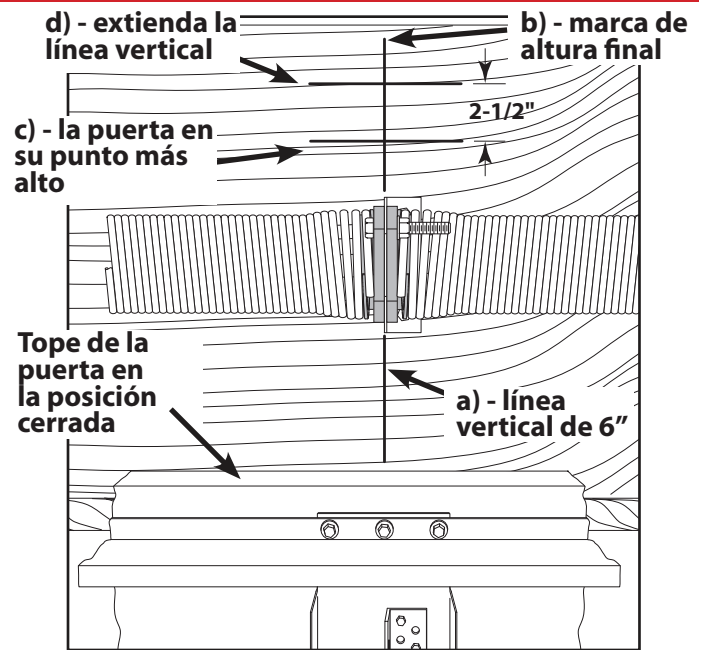

FIG. 2-1 Marca de altura final
- b) Continúe esta línea en la pared arriba de la puerta unas 12" (**Fig. 2-1, a**).
- Marque la altura medida en la pared arriba de la puerta (**Fig. 2-1, c**).
- Sume 2-1/2" a la altura marcada recién hecha en la pared. Este es el lugar para el soporte del travesaño (**Fig. 2-1, d**).